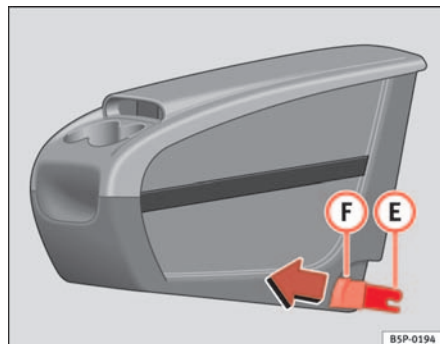
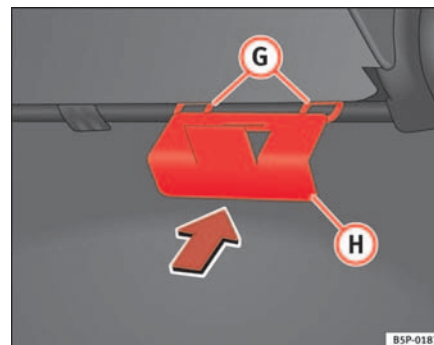

Abb. 109 Zusätzliche Ablage. Anbringen
Abb. 110 Halteplatte der zusätzlichen Ablage
- Die Halteplatte ① ⇒ Abb. 110 der zusätzlichen Ablage vom Fahrzeuginnern aus auf der Rückseite des Sitzes befestigen. Sie muss sich zwischen der Lehne und dem Sitzkissen im Bereich des mittleren Rücksitzes befinden.
- Die beiden Befestigungselemente **E** ⇒ Seite 142, Abb. 109 zu den beiden Befestigungsringen **G** ⇒ Seite 142, Abb. 110 ausrichten und die beiden Klammern vollständig in die Befestigungsringe eindrücken.
- An den Knöpfen ⇒ Seite 142, Abb. 109 **F** der Klammern nach vorne ziehen (rote Knöpfe), bis sie hörbar ausgehängt sind.